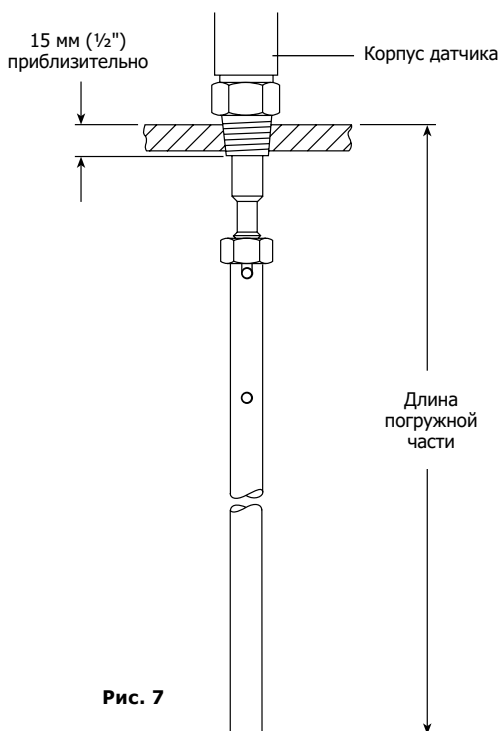

Рис. 7
- Прикрутите стержень датчика на стержень корпуса так чтобы прорезь в стержне датчика совпала с отверстием в стержне корпуса (рис. 7).
- Отрежьте стержень по месту ножовкой (рис. 7).